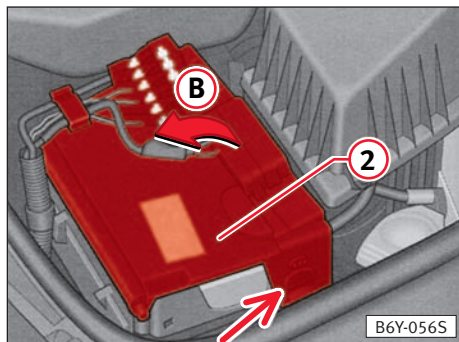

Fig. 127
- Retire ligeiramente da pestana lateral da tampa da bateria ⇒ flecha, fig. 127. Levante a tampa puxando na direcção da flecha ③.